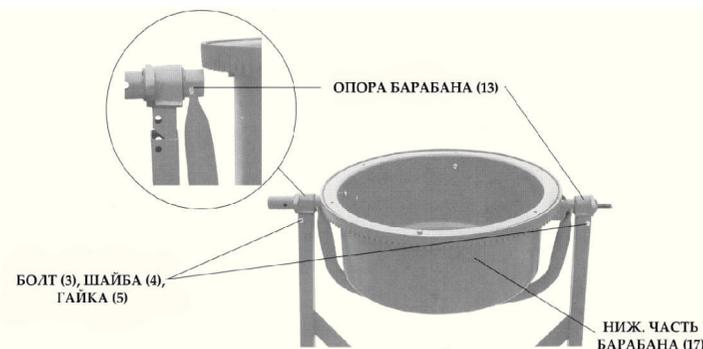

рис. 3
- установите запорную шайбу (11) на оси (2). Затем установите колесо (10) и ещё одну запорную шайбу (11).
- закрепите штифты (12) на отверстиях Оси (2), над каждой Запорной шайбой. Запорная шайба должна примыкать к колесу, а не к штифту.
- с помощью двоих человек установите нижнюю часть барабана (17) с прилагающейся опорой барабана (13) на подставку, как на рис. 3
- закрепите болты (3), шайбы (4) и гайки (5) в отверстиях с обратной